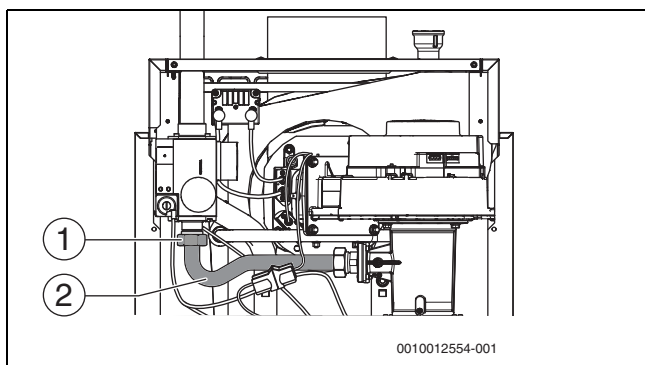

Fig. 44 Écrou-raccord avec tuyau de gaz
- Desserrer l'écrou-raccord (→ Fig. 44, [1]) du tuyau de gaz (→ Fig. 44, [2]).